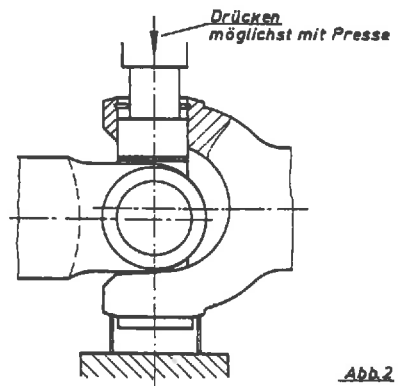

Abb. 2
- 3) An jeder Gelenkgabel wird je eine Lagerbüchse herausgedrückt (siehe Abb. 2).